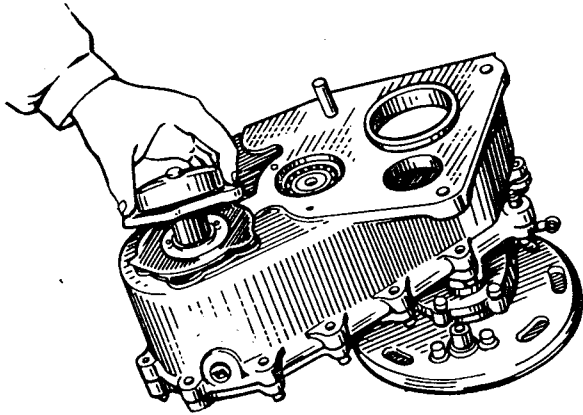

Bild 120. Einbau des Vorderlagerdeckels der Vor- derachs- antriebswelle
14. Lager auf die Vorderachs- antriebswelle auf- pressen, Dichtbeilage anbringen, Lager durch Deckel mit Dichtung abdecken. Deckel mit Schrauben samt Federscheiben befestigen (Bild 120).